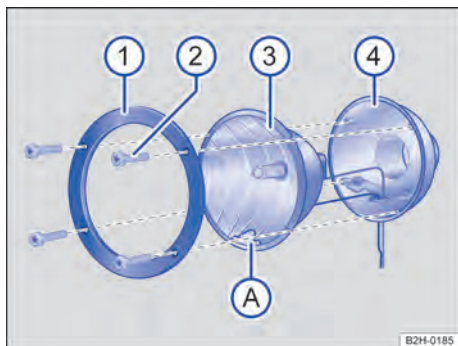

Fig. 165 Iluminação adicional no teto do veículo: de-sinstalar o vidro da lâmpada.
2. Soltar os parafusos com a chave das ferramentas de bordo → Fig. 165 ②.
3. Remover o anel de retenção → Fig. 165 ① do refletor → Fig. 165 ③.
4. Remover o refletor → Fig. 165 ③ da carcaça do farol → Fig. 165 ④.
12. Inserir o refletor → Fig. 165 ③ na carcaça do farol → Fig. 165 ④. A marcação → Fig. 165 A deve apontar para baixo → ①.
13. Colocar o anel de retenção sobre o refletor → Fig. 165 ①.
14. Apertar os parafusos com a chave de fenda → Fig. 165 ②.